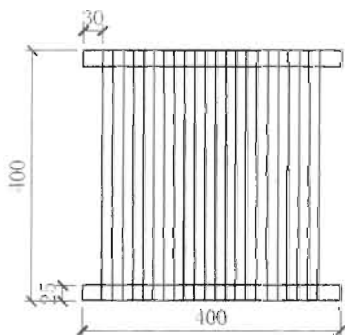

图 4-175
(6) 单击“修改”工具栏中的“阵列”按钮, 设置列数为 11, 列偏移为 32, 结果如图 4-175 所示, 命令执行过程如下。